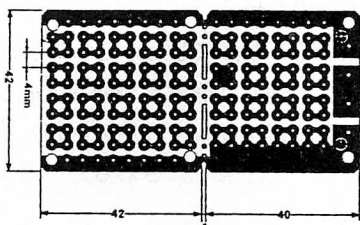

図11
⑦STEP 6 : 簡単なセンサー (光センサー・熱センサーなど) を利用して、豆電球が点灯消灯する回路 (図11、12)
⑧音センサー部の製作・組立、完成